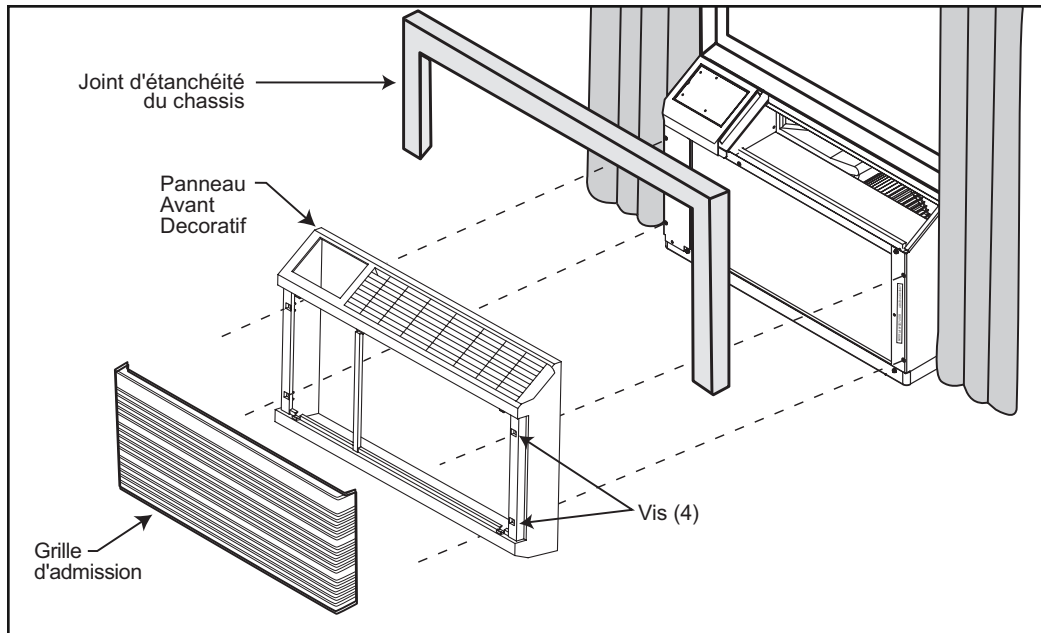

Figure 12
ÉTAPE 6. Prendre fermement la grille d'admission du panneau avant décoratif aux coins supérieurs gauche et droit et tirer pour la sortir du bâti du panneau avant décoratif. Tirer jusqu'à ce que la grille sorte des agrafes de retenue supérieures. Faire basculer vers soi, la soulever et la sortir des agrafes de retenue inférieures. Mettre le bâti du panneau avant décoratif en place sur l'ouverture du coffret et l'installer sur le châssis avec quatre vis à tôle, comme montré sur la Figure 12. Pour remettre la grille d'admission en place, mettre le bas de la grille dans les agrafes de retenue inférieures. Faire basculer le panneau avant vers le haut et vers l'appareil. Appuyer doucement en haut et la grille se met en position automatiquement dans les agrafes de retenue supérieures.